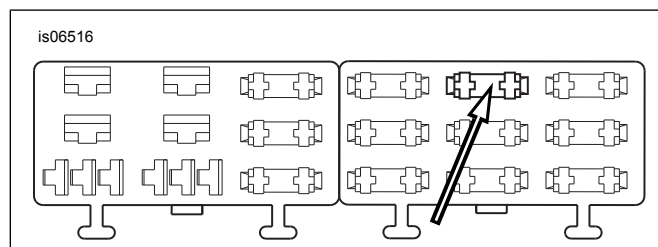

Рисунок 10. Полость блока предохранителей P&A IGN (Softail 2004—2010 гг.)
4. См. Рисунок 10. Найдите полость предохранителя (1), отмеченную как P&A IGN на крышке правого блока предохранителей. Там должен быть провод, питающий одну сторону этой цепи, но сопрягаемый провод или плавкий предохранитель отсутствует. Вставьте клемму на оранжево-белом проводе адаптера до упора. В качестве ориентира по глубине и ориентации используйте расположенную рядом клемму, установленную на заводе.